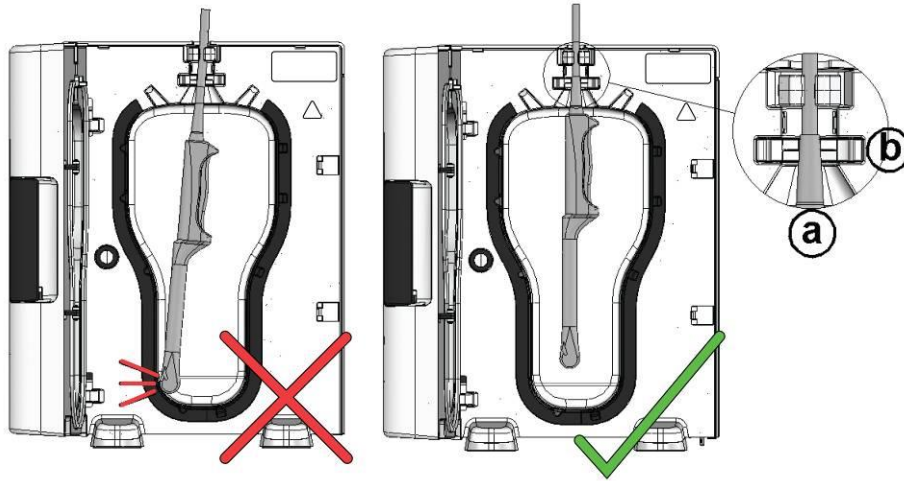

Abbildung 9
3. Die Sonde wird in der Kammer mit zwei Klammern gesichert (siehe Abbildung 9(a)).
Die Sonde hat hinten am Griff eine kurze Manschette, die das elektrische Kabel abdeckt. Diese wird als SONDENSTOPFBUCHSE bezeichnet – Abbildung 9(a)
- Halten Sie die Sonde am Griff fest und drücken Sie die SONDENSTOPFBUCHSE in die Stopfbuchsendichtung (Abb. 9(a)). Der obere Teil der Stopfbuchse muss über der Dichtung liegen (Abb. 9(b)).